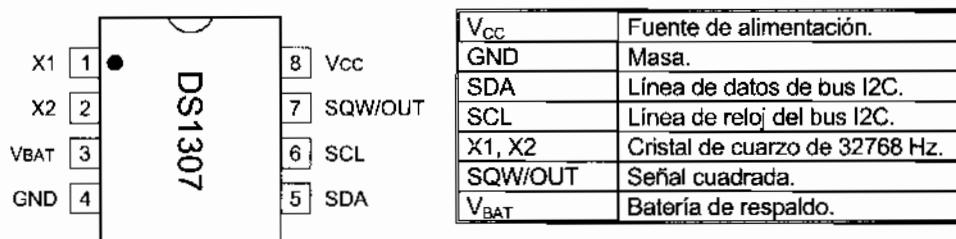

Figura 24-1 Patillaje del reloj-calendario DS1307
- Fabricado por *Dallas Semiconductors* ([www.dalsemi.com](http://www.dalsemi.com)), en encapsulado de 8 pines (figura 24-1)